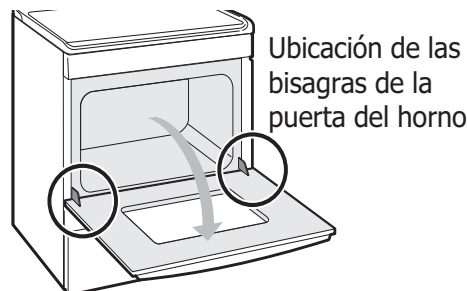

Figura 55: Ubicación de las bisagras de la puerta
1. Abra completamente la puerta del horno, dejándola horizontal con el piso (vea la Figura 55).
3. Abra completamente la puerta del horno, dejándola horizontal en relación con el piso (vea la Figura 55).